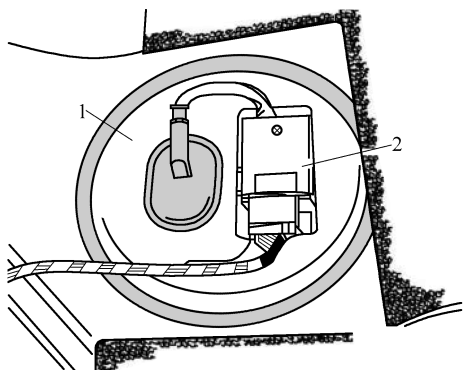

图 2-5-3 拆卸插接器
- ① 蓄电池电压至少为 12.5V。
- ② 燃油泵控制单元 J538 的熔丝正常。
- ③ 关闭点火开关。
- ① 拆卸后排座椅。
- ② 拆下带燃油泵控制单元 J538 2 的燃油泵盖板 1, 如图 2-5-3 所示。